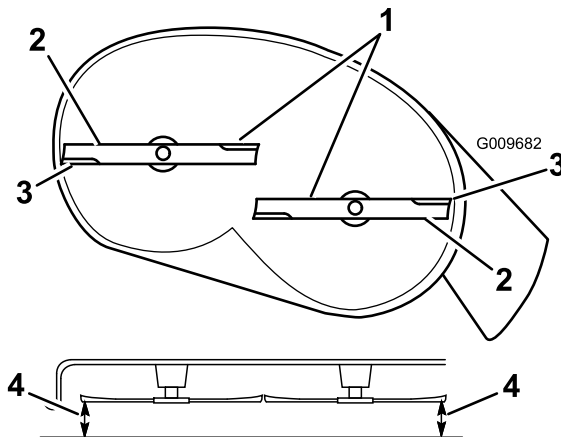

Figura 52
4. Rode cuidadosamente a lâmina para que todas estejam alinhadas (Figura 52).
5. Meça entre as extremidades de corte exteriores e a superfície plana (Figura 52). Se ambas as medições não se encontrarem dentro do intervalo de 5 mm, é necessário um ajuste, continue com este procedimento.